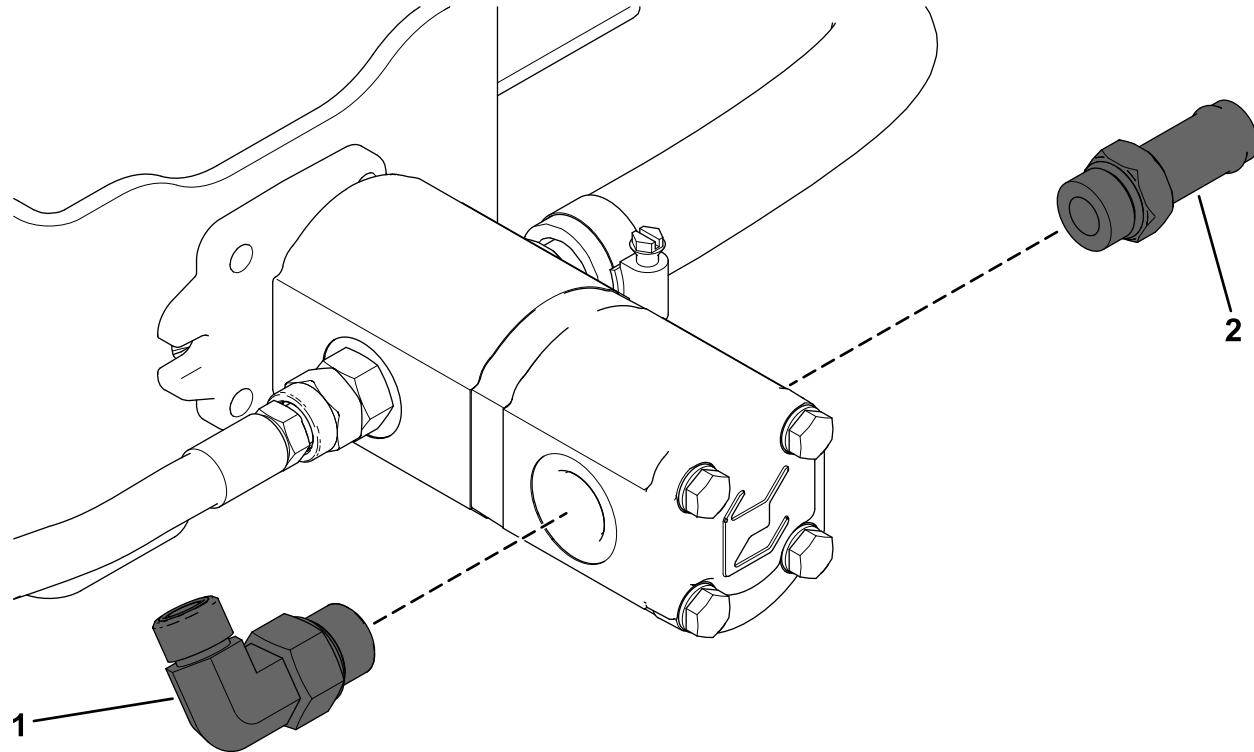

Figura 7
1. Enrosque uma união reta na bomba no lado do condutor (Figura 7).
2. Enrosque uma união de 90° no lado direito da bomba (Figura 7).
Quando estiver corretamente posicionada, a extremidade da união deve estar virada para a parte posterior e ter um ângulo para cima aproximadamente a 45° (Figura 7).